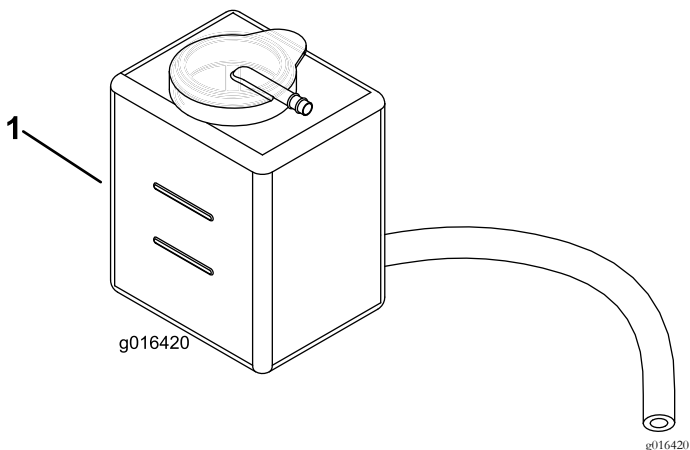

图25
2. 检查冷却液液位图25。发动机冷却时、液位应介于备用水箱的上下两条线之间。